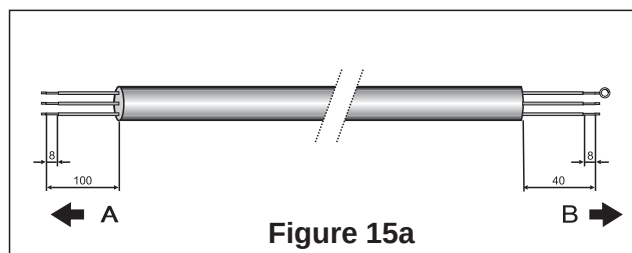

Figure 15a
2. Préparez les extrémités du câble pour l'alimentation en courant ainsi que pour les câbles entre les unités intérieures et extérieure, ainsi qu'indiqué dans les figures 15a et 15b.